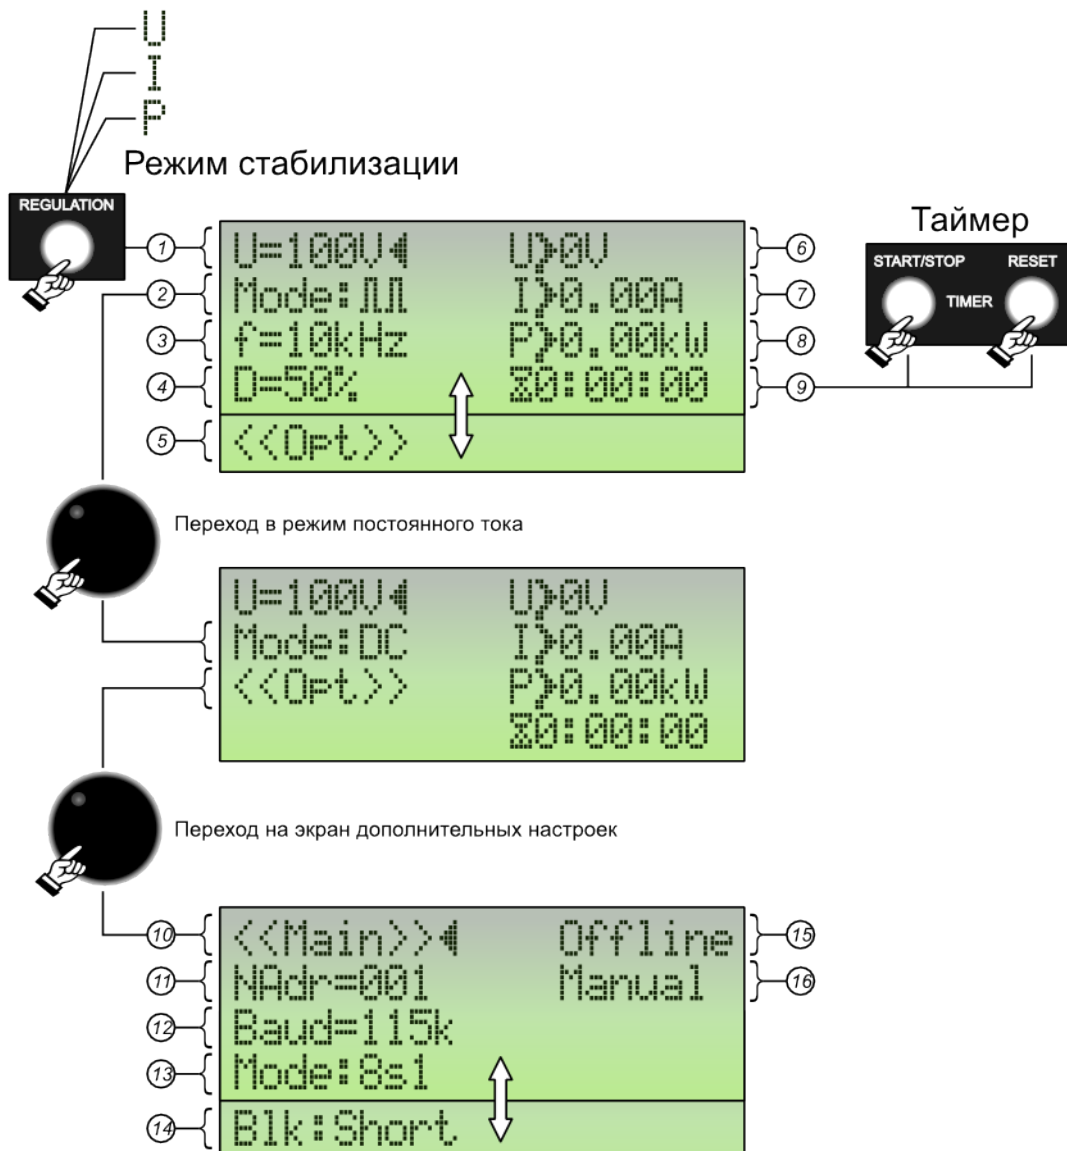

Рис. 3 — Структура меню и расположения параметров.
*Примечание: Поджиг можно оставить включенным постоянно, так как при горении разряда он не влияет на работу магнетрона. Все переключения и регулировки ИП можно проводить под нагрузкой. При смене режима стабилизации во включенном состоянии источника питания, в качестве уставки берется текущее значение вновь стабилизируемого параметра. Например, если источник питания работал в режиме стабилизации напряжения, с текущим током 1А, то при переключении в режим стабилизации тока, на экране в поле 1 (см. рис. 3) появится значение  $I_r=1.00A$  и, в дальнейшем, будет стабилизироваться оно.*